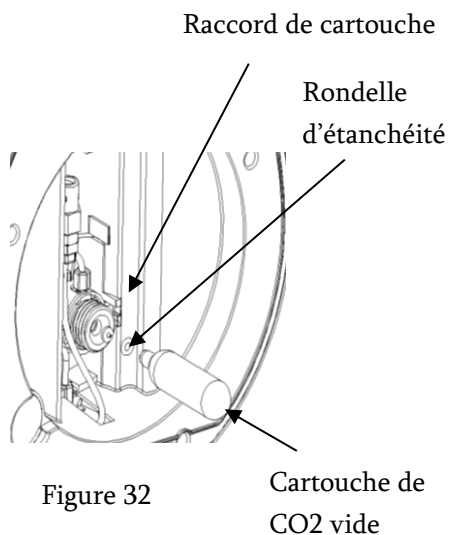

Figure 32
2. Installer une nouvelle cartouche dans le système de réglage (laisser l'extrémité aigüe vers l'extérieur) puis placer la rondelle comme indiqué dans la figure 32. Ne pas déplacer les autres éléments durant l'opération.